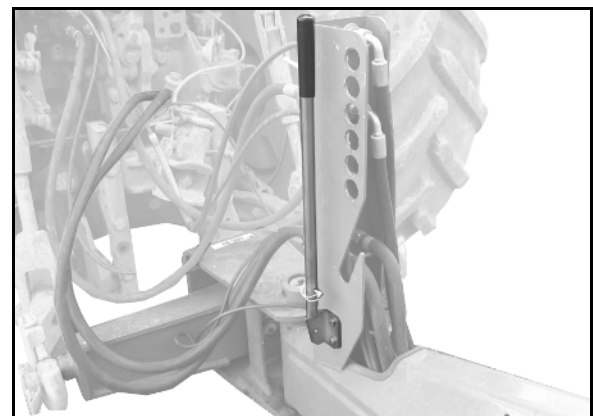

Fig. 47
1. Stil håndtaget ud af neutralposition (Fig. 47).